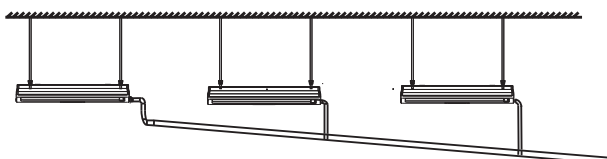

Figura 23
7. Quando a saída do tubo de descarga de água for maior que a conexão de tubo para sucção de água, tente manter o tubo de descarga de água o mais vertical possível e as conexões de saída de água se dobrarão de modo que a altura do tubo de descarga de água fique dentro de 1.000 mm de distância da base da bandeja de drenagem. Caso contrário haverá vazão de água excessiva quando a operação para. Consulte a Figura 23.